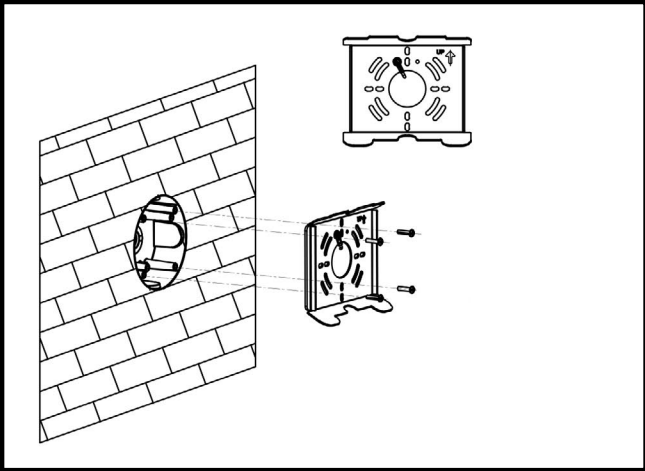

Figure 4.
4. Fixez la plaque de calage au mur ou à la boîte de jonction (Figure 4). La plaque d'ancrage doit être montée avec de la quincaillerie pouvant supporter un poids du luminaire jusqu'à 11,3 kg (25 lb).